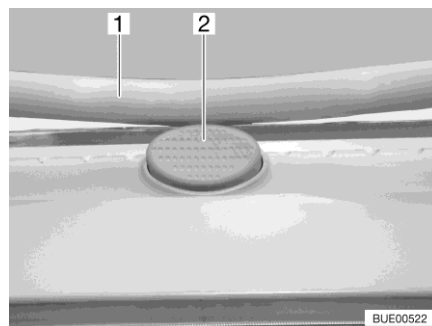

Fig. 21 Bouton de sécurité (lanterneau Heki)
- Appuyer sur le bouton de sécurité (Fig. 21,2) et tirer l'étrier (Fig. 21,1) vers le bas avec les deux mains.
- Pousser l'étrier vers le haut avec les deux mains jusqu'à ce que ce dernier se trouve au-dessus du bouton de sécurité (Fig. 21,2).